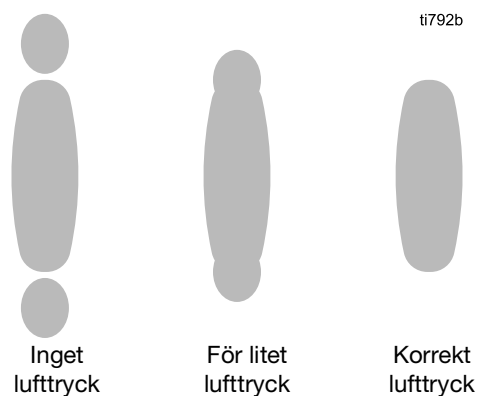

FIG. 20: Finfördelade svansar
8. Öka matningslufttrycket långsamt tills svansarna är helt finfördelade och dras in i sprutbilden. Se FIG. 20.